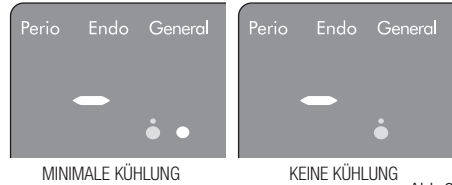

Abb.20
- Balkendiagrammanzeige (Abb. 20)